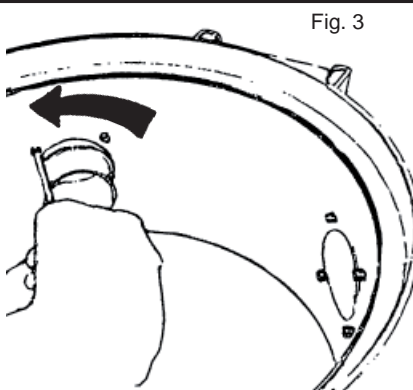

Fig. 3
1. Desacoplar el receptáculo del tubo desenroscando los cuatro tornillos Torx de combinación con un Torx T20 o un destornillador ordinario, Fig. 3.